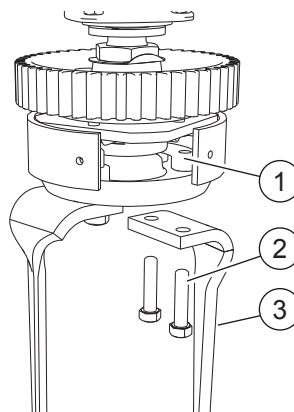

FIG. 37
- Svitare i due bulloni (2, "Fig. 37").
- Rimuovere il bloccetto (1).
- Sfilare il coltello (3) lateralmente.